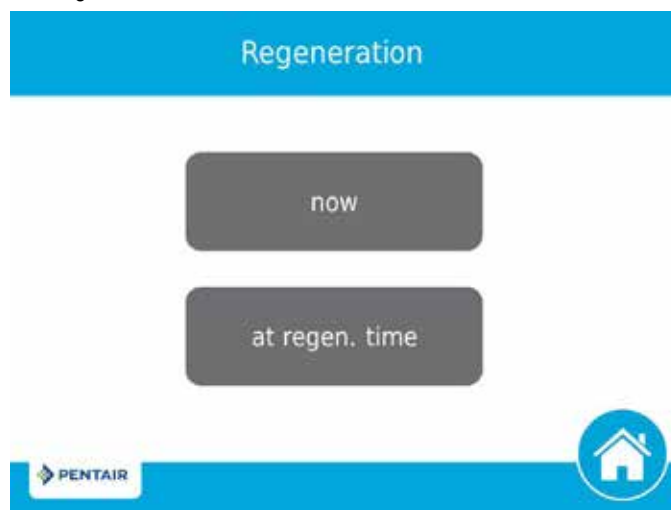

Figure 9 Écran Régénération
6. Appuyez sur le bouton **Regeneration**  (Régénération) pour lancer une régénération. L'écran Régénération s'affiche (Figure 9).